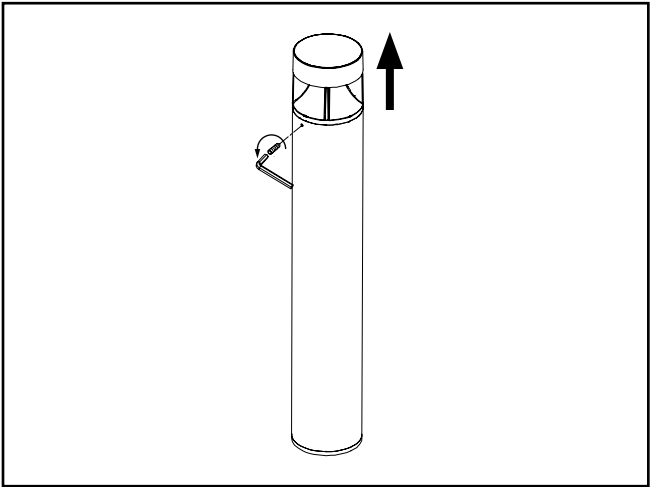

Figure 3.
3. Con la llave hexagonal, afloje los 3 tornillos laterales del cabezal y abra el cabezal superior. Fig. 3